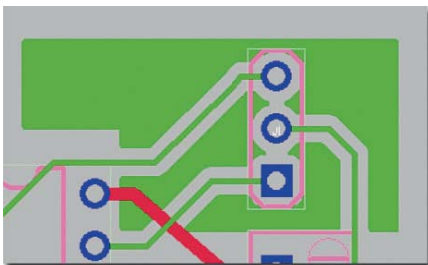

Рис. 23. Залитая область металлизации
- область металлизации может оказаться разбитой на несколько несвязанных частей (см. рис. 23). Островки, полученные после заливки, можно удалить (предварительно выделив);